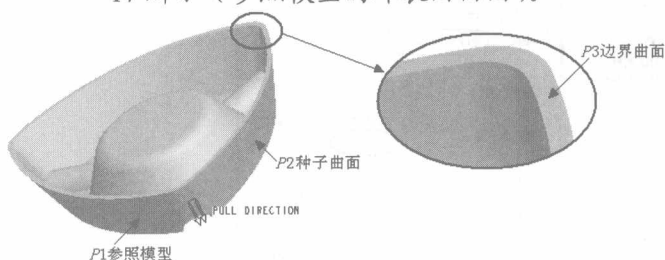
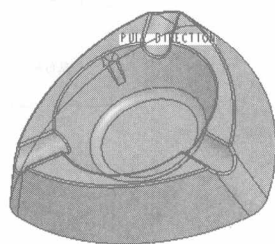

图1-16 选择参照模型、种子曲面和边界曲面
图1-17 被选择的外表面曲面
14. 选择菜单栏中的【插入】/【模具几何】/【分型曲面】命令来设计分型面，首先选择如图 1-16 所示的参照模型 P1，再选择参照模型外侧面 P2 为种子曲面，然后按住 **Shift** 键不放，选择底面 P3 为边界曲面，被选择的曲面如图 1-17 所示（参照模型的外表面曲面）。